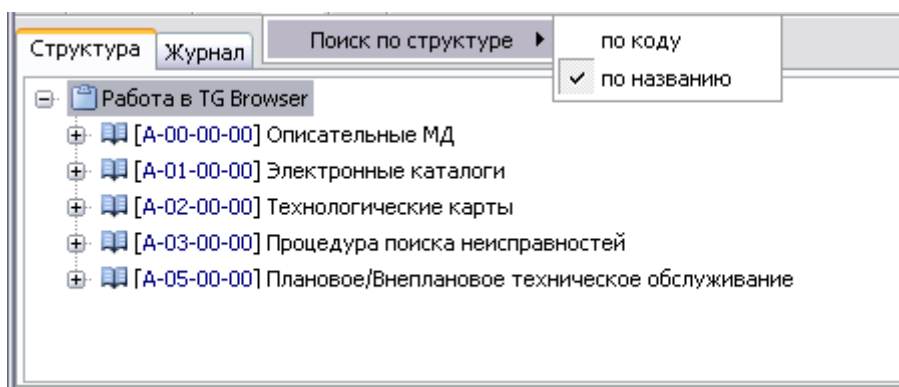

Рис. 67
2. Из списка пункта **Поиск по структуре** выберите вид поиска **по коду** или/и **по названию** (Рис. 67).